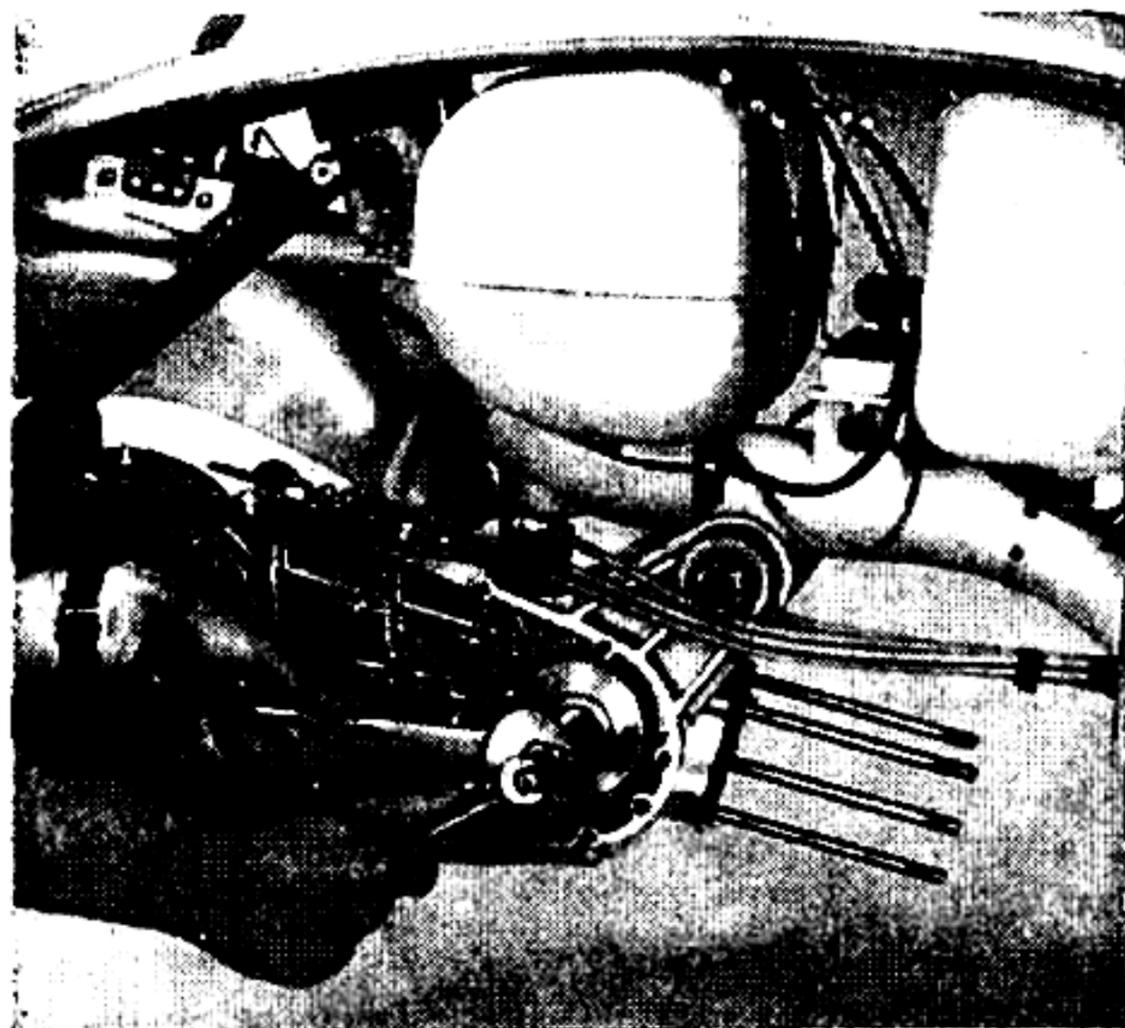

Fig. 26
- 36** Rimontare il cuscinetto a sfere albero motore: infilare sulla vite dell'attrezzo il disco  $\varnothing 60$  e quindi il cuscinetto a sfere. Fare attenzione che la faccia scaricata del disco sia rivolta verso il cuscinetto. Infilare la vite nell'alloggiamento del cuscinetto dal lato magnete. Infilare sulla vite dal lato pignone il disco  $\varnothing 73$  e quindi il distanziale. Avvitare il dado sul distanziale fermando la vite con una chiave da 12 e facendo attenzione che il cuscinetto venga montato in piano nella sua sede e si trovi alla fine del montaggio contro il suo spallamento. Montare quindi dall'interno del carter motore la rondella di tenuta e la flangia di bloccaggio con guarnizione. Vedi fig. 26.